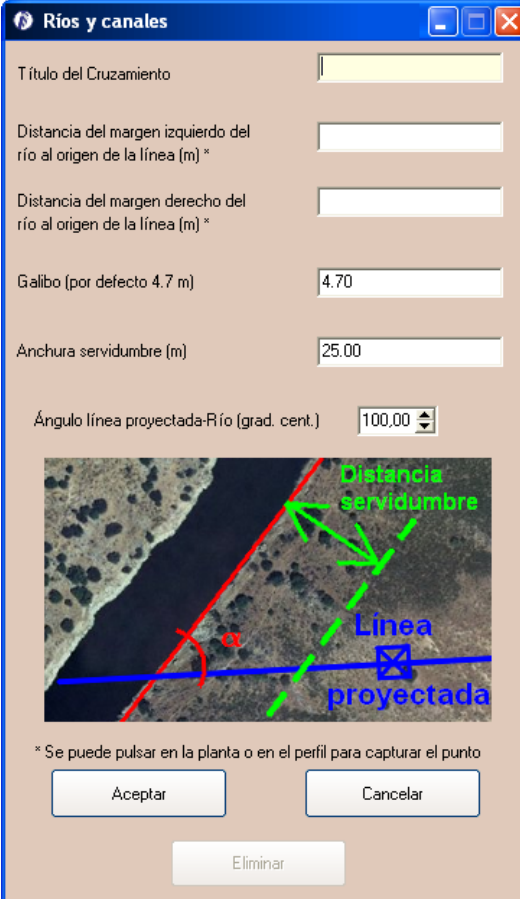

Figura 5.47. Cruzamiento con ríos y canales
- Cruzamiento con ríos y canales (). En la ventana de ríos y canales (Figura 5.47 podemos introducir un cruzamiento indicando: